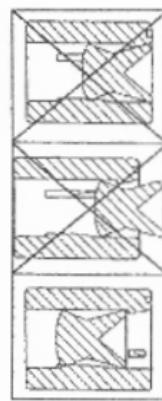

Рис.9.
- Возьмите магазин, например в левую руку. Указательным и большим пальцами предварительно вставьте пули головой, направив их в ролик, затем при помощи специальной выколотки установите пули в ролики коротким концом выколотки так, чтобы пули были установлены как изображено на Рис.9.